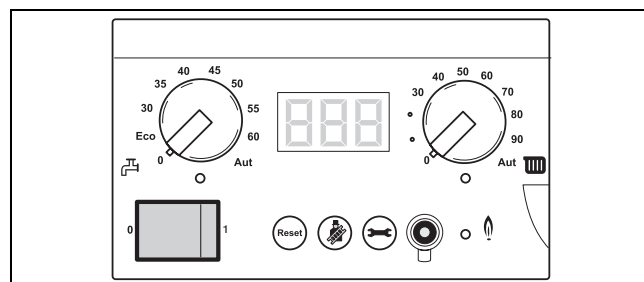

Fig. 63 Togliere la corrente dall'impianto di riscaldamento
- Togliere la corrente dall'impianto di riscaldamento (→ fig. 63).